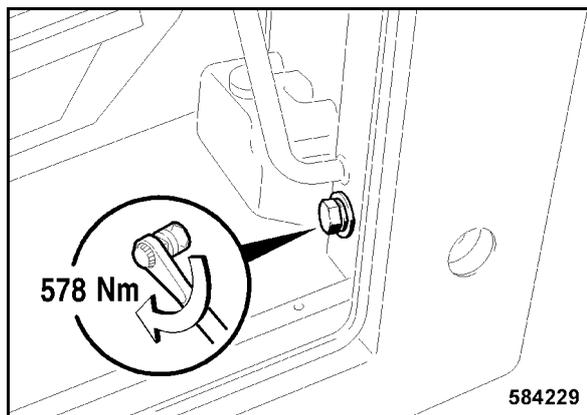

Рис. 213
- Затянуть нижний крепежный винт на входе (Рис. 213) с 578 Нм.